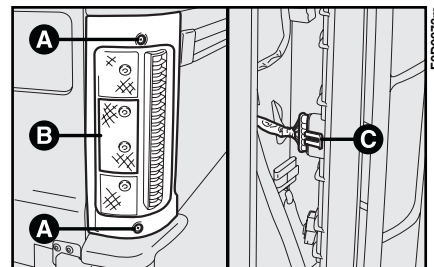

fig. 20
- 1) con un cacciavite svitare le 2 viti **A-fig. 20**